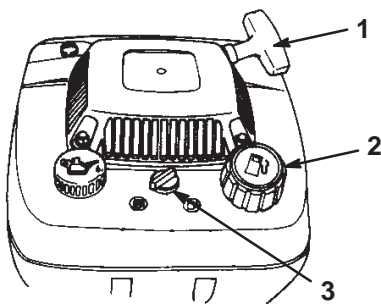

Bild 6
1. Reinigen Sie den Bereich um den Kraftstofftankdeckel (Bild 6).
2. Öffnen Sie den Kraftstoffhahn (Bild 6).
5. Ziehen Sie leicht am Startergriff (Bild 6), bis Sie einen Widerstand spüren. Ziehen Sie ihn dann kräftig durch.